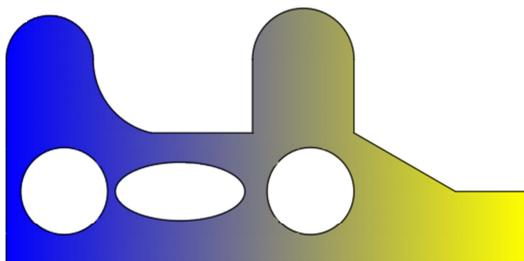

Рис. 2.11
15. Командой «ОБЛАСТЬ» преобразовать объект в область и командой «ЗАЛИВКА» заполнить любой градиентной заливкой (рис. 2.11).